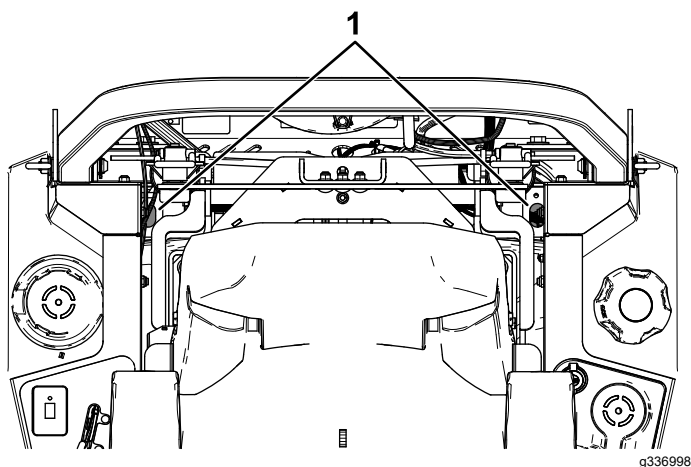

Figura 78
- **Transmisiones hidrostáticas ZT 4400:** utilice una extensión y una llave de vaso de 7/16" para acceder al tapón de ventilación desde la parte superior de la máquina a través de los orificios situados cerca de los soportes de la barra antivuelco (Figura 78).